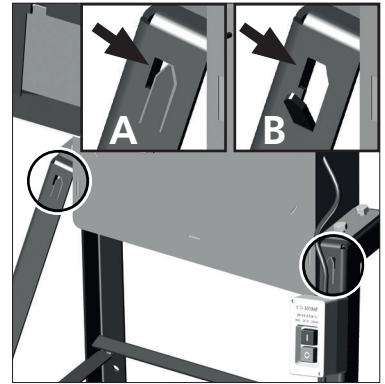

Fig. 05
En los caballetes de los trituradores existen pequeños cortes (A), [Fig. 05], que cuando se desplazan hacia afuera con ayuda de un destornillador, se convierten en ganchos (B), [Fig. 05] para fijar una bolsa al equipo. Introduzca un destornillador en el orificio al lado de la ranura y fuércelo hacia afuera hasta torcer el acero formando un gancho (B), [Fig. 05].